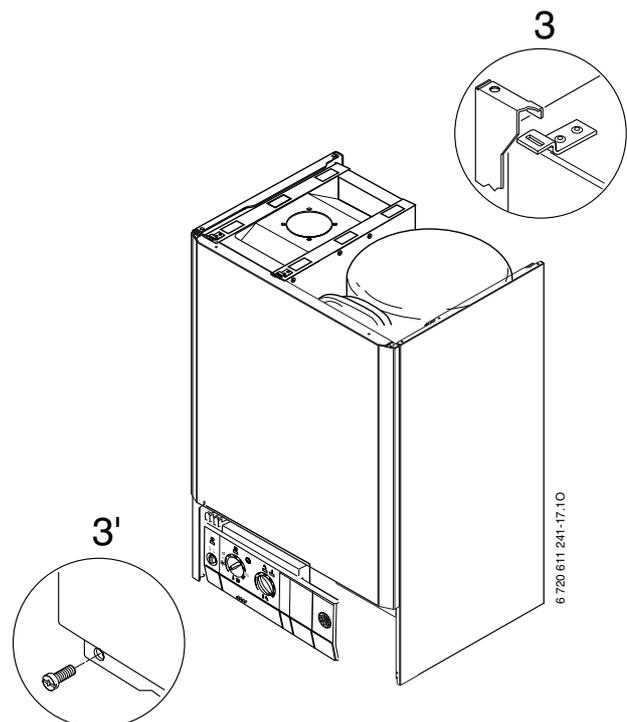

Fig. 14
- ▶ Introducir los ganchos de planchas de la carcasa frontal en los taladros de los ojales (3), que se encuentran en la parte superior y fijar con los 2 tornillos proporcionados su parte interior (3'). Seguir fig. 14.